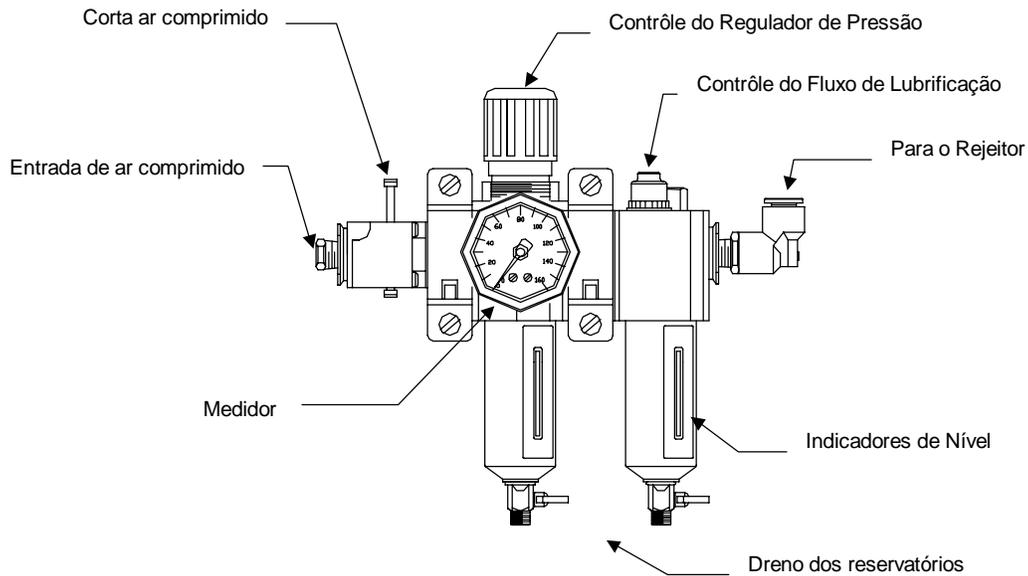

Figura 5-3 Controles e Indicadores do Dispositivo Regulador
- B. Conectar o fornecimento de ar comprimido na entrada lateral do dispositivo regulador fornecido com o TapTone 500. Referir-se a Figura 5-3 - Controles e Indicadores do Dispositivo Regulador.